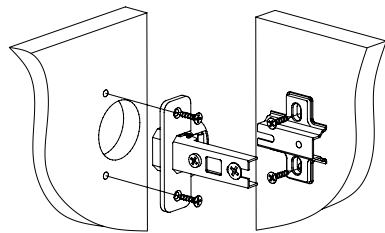

Рис.3
2. При помощи шурупов 3,5х16 установить петли на деталь 1 и ответные планки петель на деталь 4 (Рис. 3).